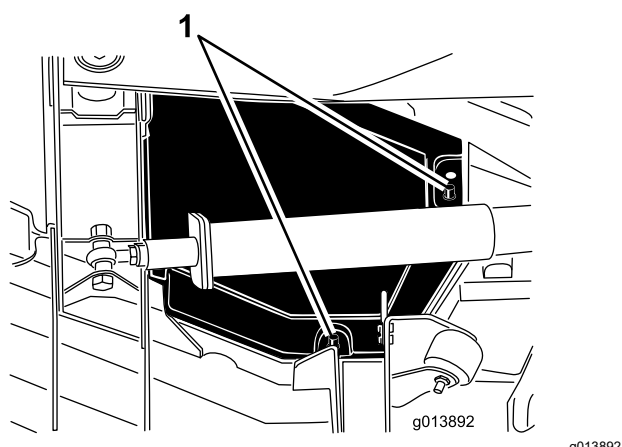

Figure 46
4. Soulevez les bords arrière et intérieur du capot pour le dégager des supports de montage (Figure 46).